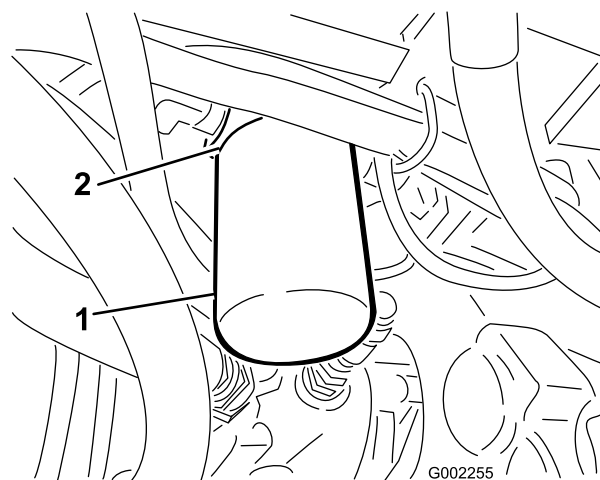

Figura 59
2. Pulite la superficie circostante il filtro (Figura 59).
4. Togliete il filtro (Figura 59).
5. Lubrificate la nuova guarnizione del filtro (Figura 59).